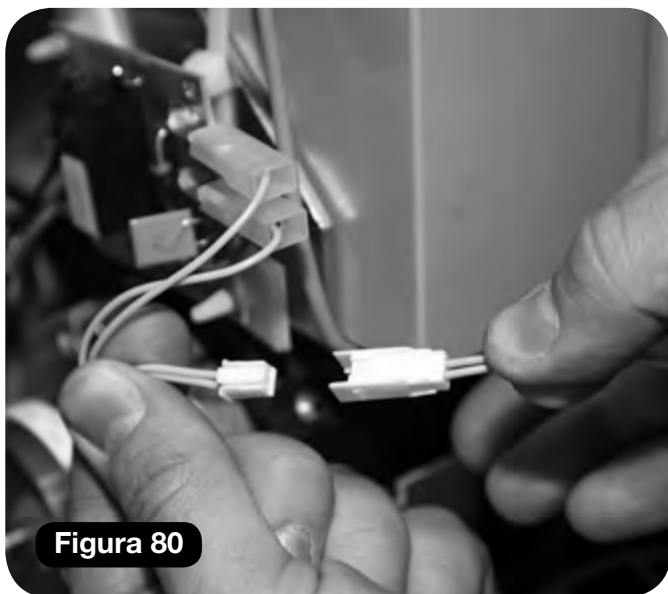

Figura 80
- g Collegare i cavi della pedana appoggiapiedi elettrica (coppia gialli) **(Figura 80)**.